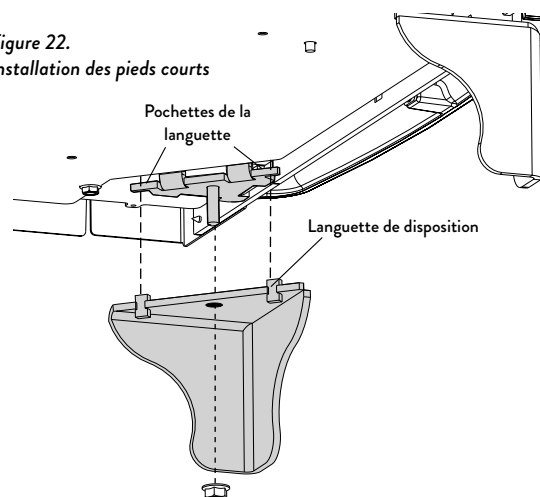

Figure 23.
1. **Retirez le protecteur thermique inférieur :** Utilisez le tournevis à douille de 10 mm ou une clé pour retirer les quatre écrous et le bouclier thermique de fond des goujons au fond du poêle, comme illustré à la figure 23. Retirez également les quatre écrous d'écartement restants des goujons.